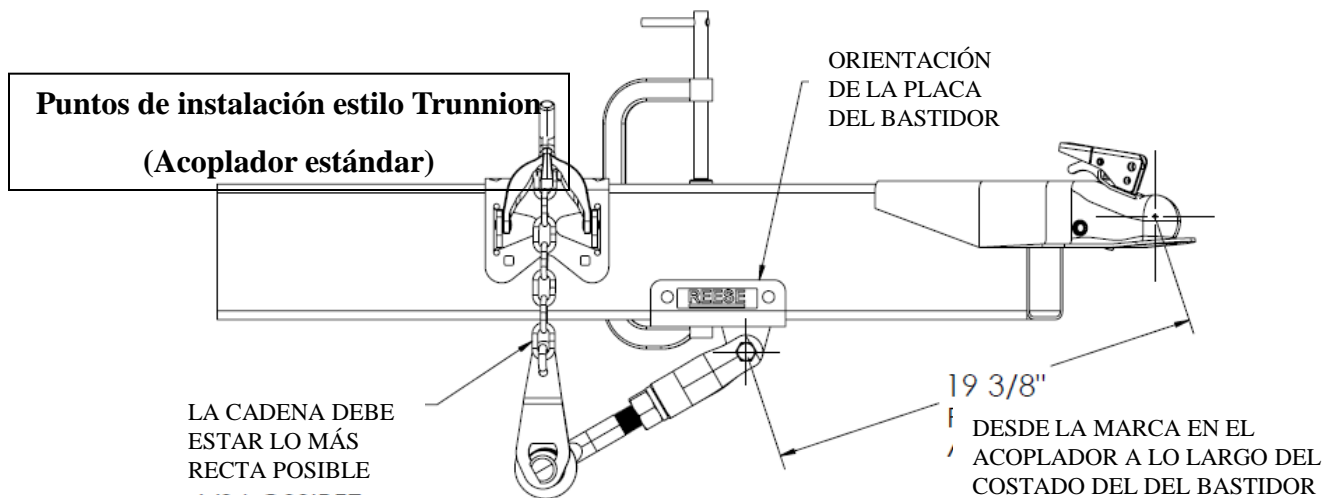
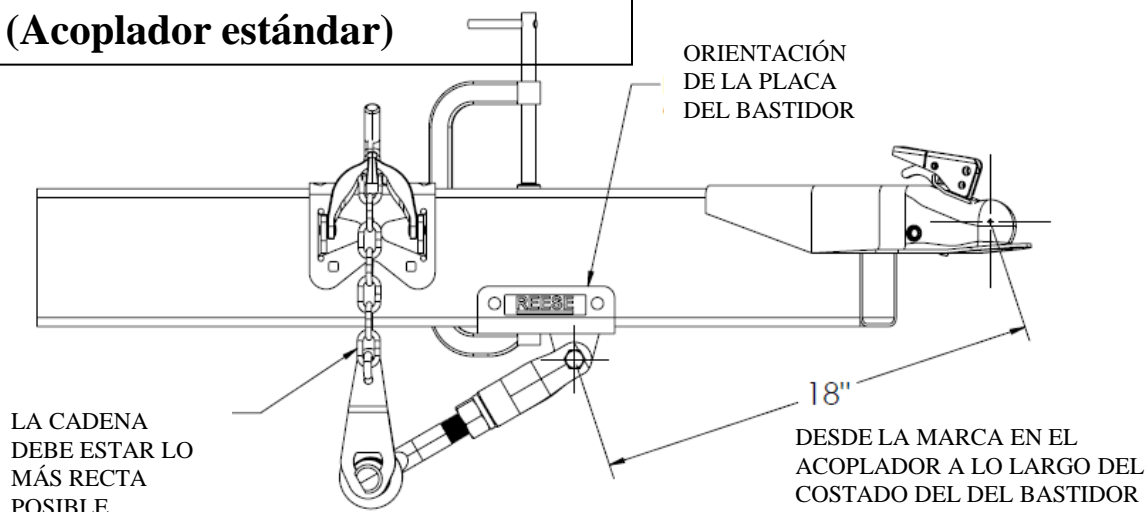
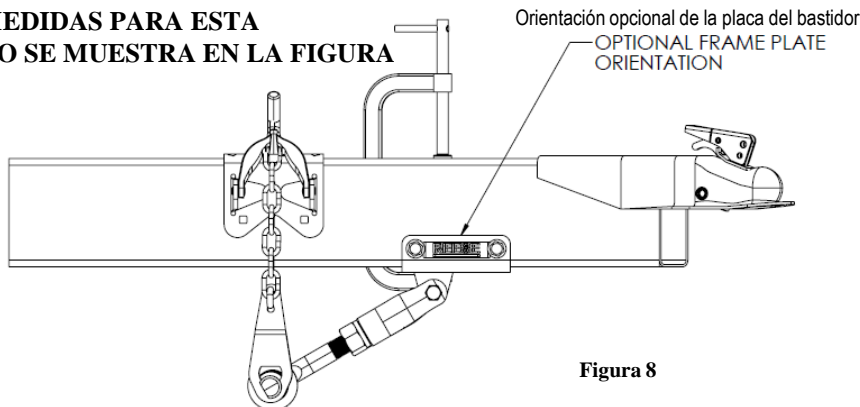

Figura 6 – Ubicaciones aproximadas del brazo de leva para kits de distribución de peso estilo Trunnion
Figura 7 – Ubicaciones aproximadas del brazo de leva para kits de distribución de peso estilo Barra Redonda
Figura 8
5. Con una abrazadera en C adecuada para acomodar su altura del bastidor del remolque y la placa del bastidor del sistema Doble Leva HP, sujete temporalmente el ensamble del brazo Doble Leva HP al bastidor del remolque y placa del bastidor del sistema Doble Leva HP como se muestra en la **figura 6** para los kits de distribución de peso estilo Trunnion, para kits de distribución de peso estilo barra redonda, siga las dimensiones en la figura 7.
6. Coloque la placa del bastidor en la dimensión que se muestra para su tipo de kit de distribución de peso (estilo Trunnion o barra redonda). Acoplador estándar o instalado en la parte inferior). Mida desde la marca en el acoplador esférico hasta el centro del perno de pivote del brazo de leva como se muestra en la figura 6 ó 7 en la siguiente página. Si la placa del bastidor interfiere con cualquier parte del bastidor del remolque, la orientación se puede cambiar al alternar los lados, vea la figura 8 para la orientación opcional de la placa del bastidor. Mantenga el mismo acoplador centrado en el pivote del brazo de leva sin importar la orientación de la placa del bastidor.
SIGA LAS MISMAS MEDIDAS PARA ESTA ORIENTACIÓN COMO SE MUESTRA EN LA FIGURA 6 Ó 7.